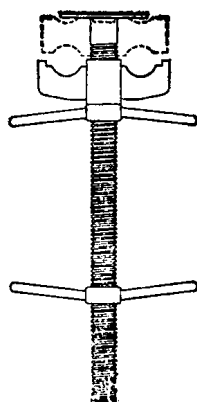

图 1-7 带翼支柱
(2) 带翼支柱, 在可调钢支柱或者单管支柱上端插入翼板托座, 在搁栅、托梁等拆除后能继续支承未完全硬化的混凝土板(图1-7)。